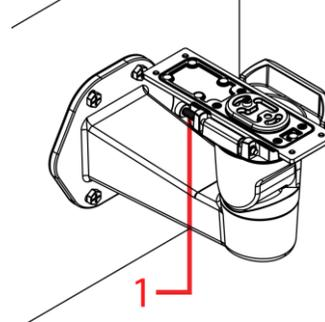

Figura 4
- Empurre o pino (1) (figura. 4) da dobradiça do braço de montagem.